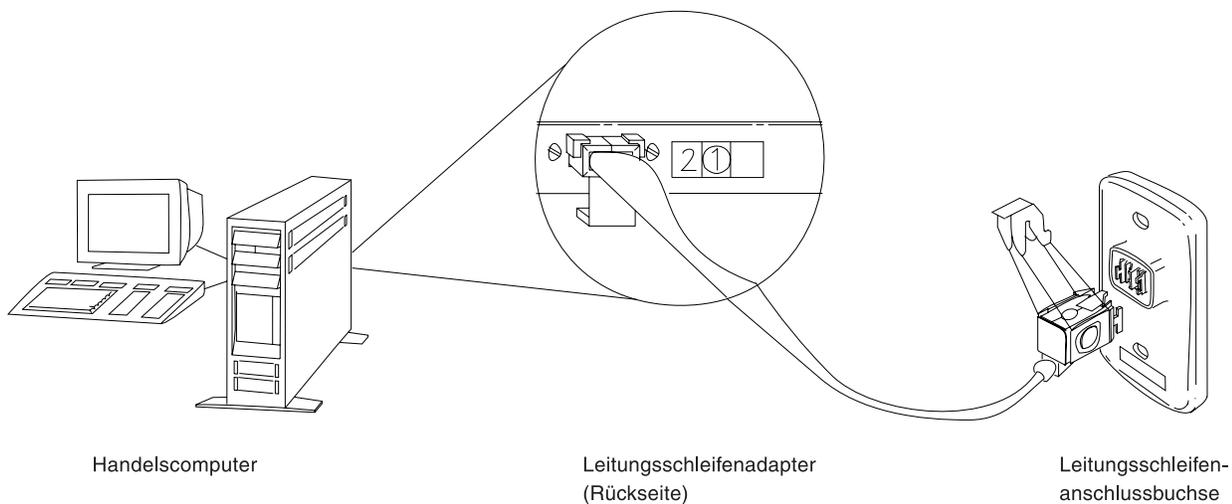

Abbildung 27. Leitungsschleifenadapter des Handelscomputers und Leitungsschleifenanschlussbuchse
- Den Backup-Handelscomputer von der Leitungsschleife trennen, indem das Leitungsschleifenkabel aus der Leitungsschleifenanschlussbuchse herausgezogen wird. Siehe Abb. 27 auf Seite 474.